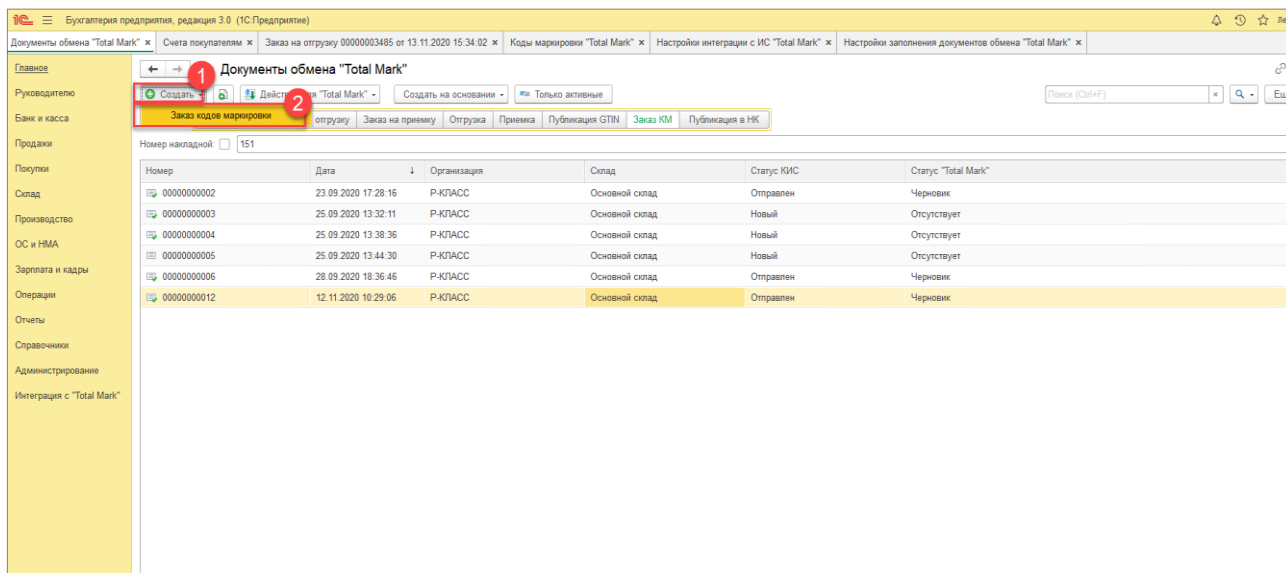

Рис. 7-1 - Создание Заказа КМ в 1С:БП
1. Открыть документы обмена (Интеграция с Total Mark/ Документы обмена/ Заказы кодов маркировки). Нажать кнопку «Создать» (Рис. 7-1);